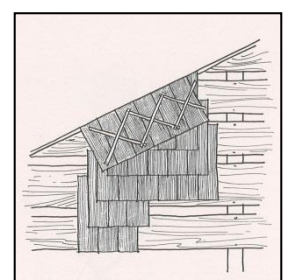

Fig. 12
- bardage métallique en zinc naturel ou pré-patiné (fig. 12).